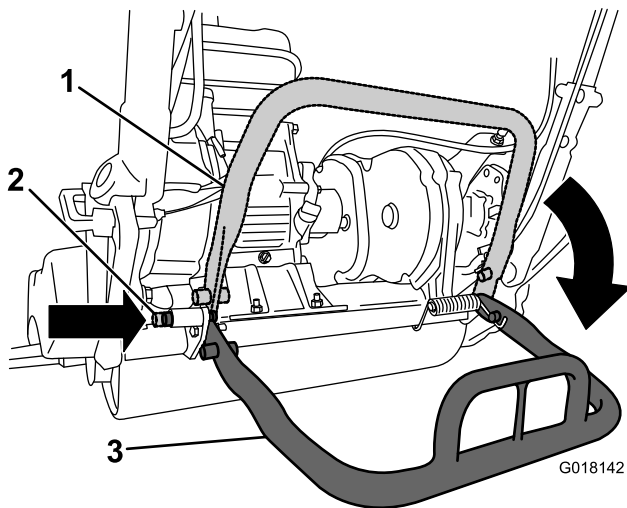

Figura 3
2. Baje el caballete e introduzca el pasador de bloqueo para bloquear el caballete en la posición de mantenimiento (Figura 3).